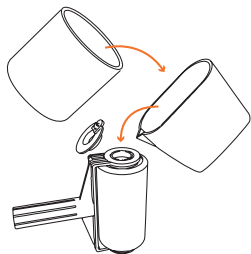

Abb. 1 | Fig. 1 | Fig. 1 | fig. 1 | afb. 1 | 1. ábra | obr. 1 | obr. 1 | fig. 1 | rys. 1 | res. 1
3. Sie können bis zu 1 Liter Farbe mit der Kanne in den Paint Runner Pro füllen (Abb. 1). Für optimale Ergebnisse empfehlen wir eine maximale Füllmenge von 900 ml.